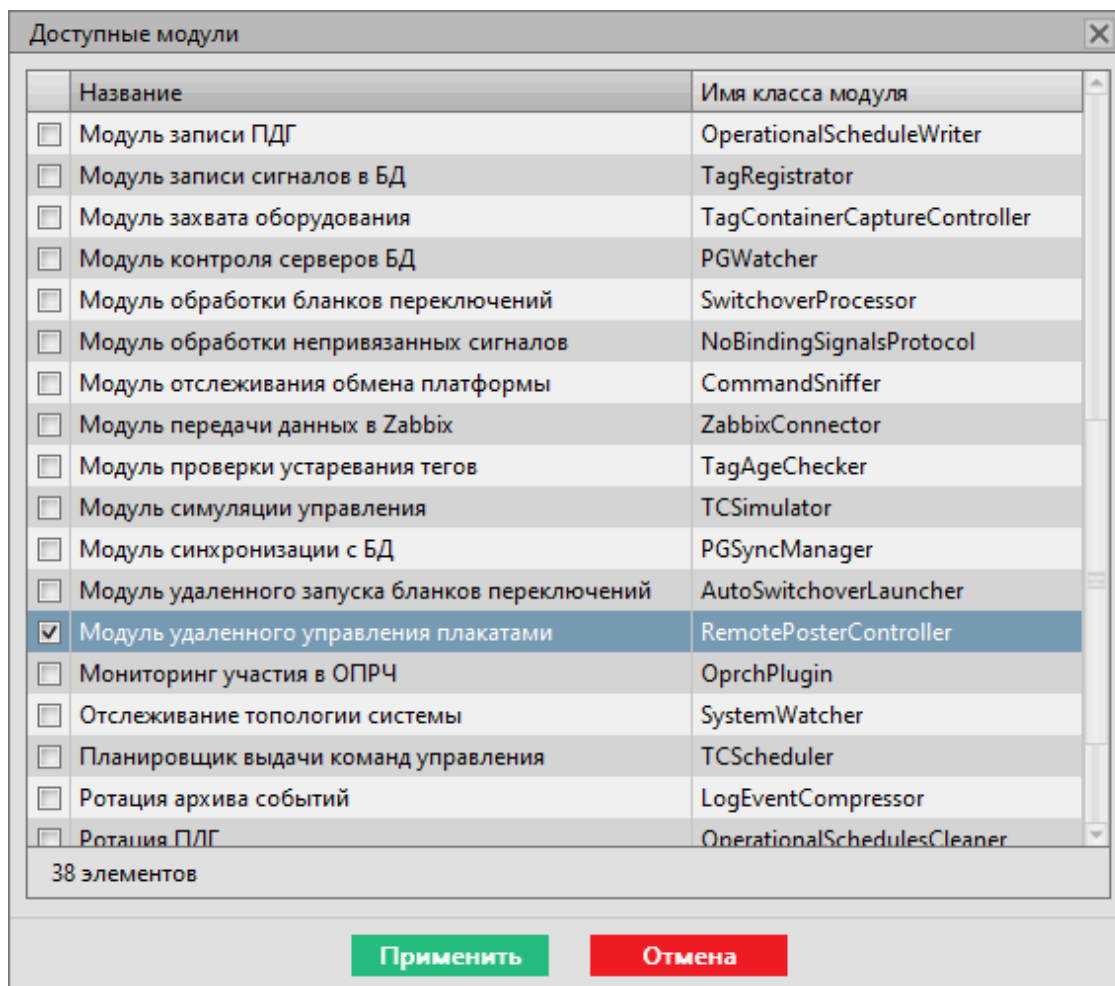

Рисунок 289 - Добавить модуль удаленного управления плакатами
2. На вкладке **Настройки узла** Redkit Configurator в узел сбора и обработки данных (*Redkit_Master* и *Redkit_Slave* – для конфигурации с резервированием, *Redkit_System_Service* – для односерверного режима) добавьте **Модуль удаленного управления плакатами** (Рисунок 289).